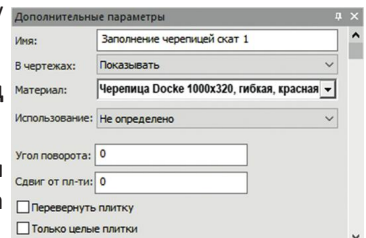

рис. 133
3. На панели **Дополнительные параметры** задайте параметры заполнения так, как на рис. 133.